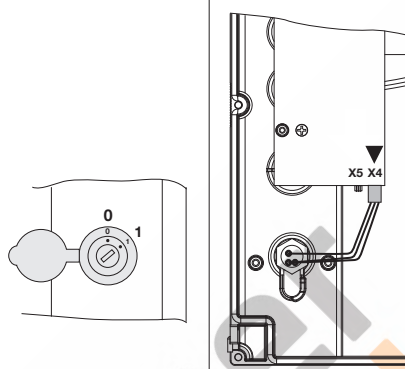

Abb. 6-29: Aansluiting van het miniatuurslot, binnenzijde deksel, van X5 naar X4 inpluggen
1. Open de besturing en plug de aansluiting van het miniatuurslot aan de toetsenbordprintplaat in het deksel (zie afb. 6-29).